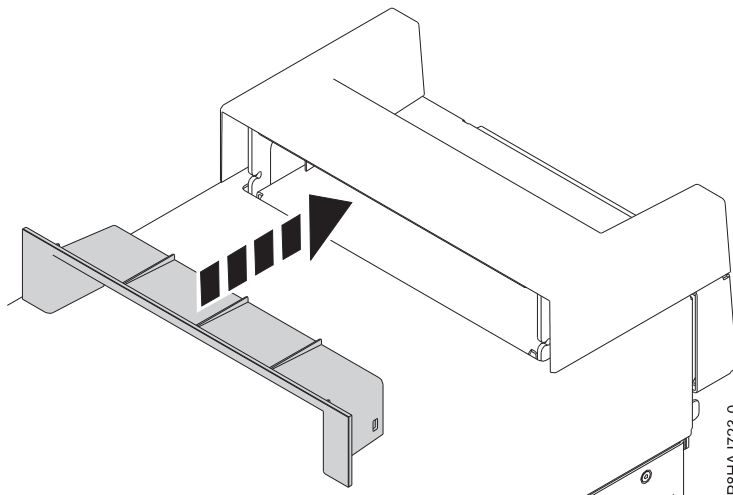

Abbildung 25. Einsetzen des Elements innerhalb der Griffabdeckung bei einem Standalone-System vom Typ 8286-41A
2. Setzen Sie das Element innerhalb der Griffabdeckung ein, indem Sie es fest in die Griffabdeckung drücken (siehe Abb. 25).